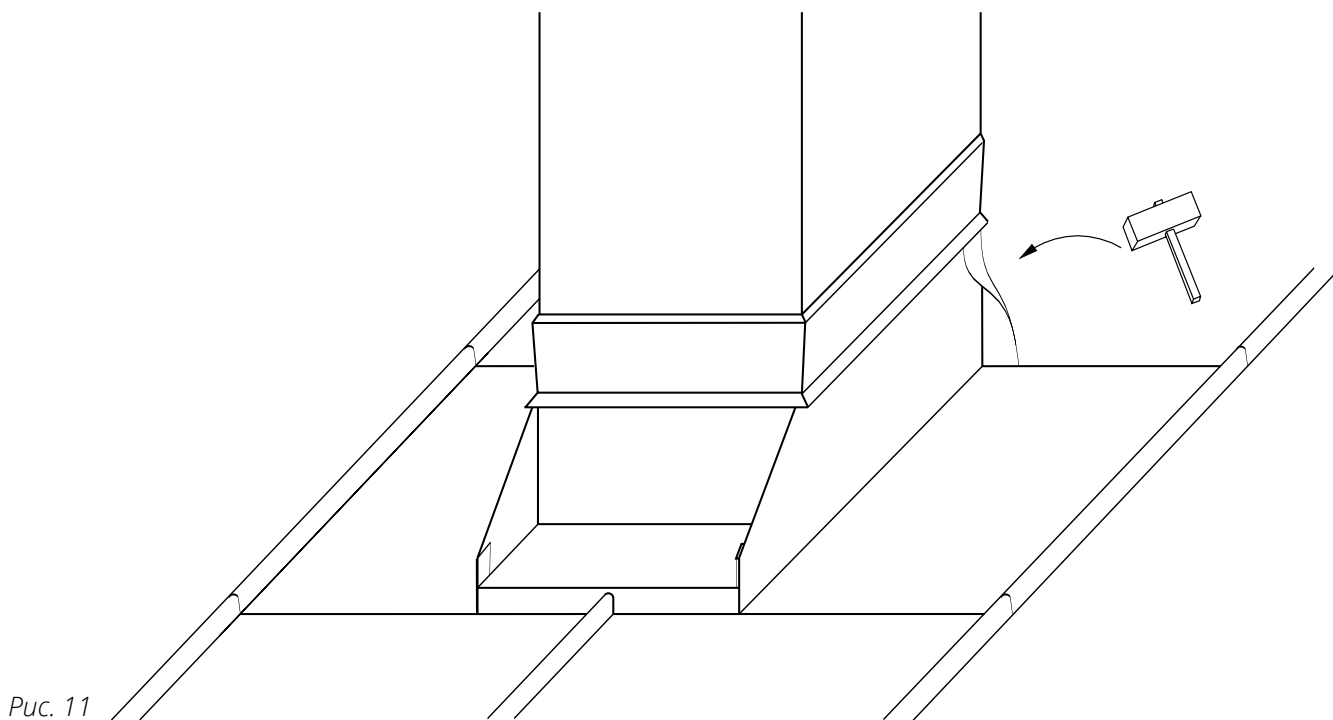

Рис. 11
- Смонтируйте панели **5** и **6** внахлест на панели **3** и **4**, зацепив их за край Планки примыкания к трубе верхней (рис. 11)
- Обработайте киянкой верхние части получившихся отбортовок (рис. 11).